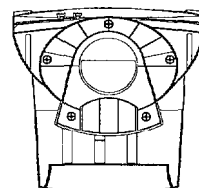

Figure 3: Poussez la base vers le bas et en avant.
3. Poussez la base vers le bas et vers l'avant. (figure 3)